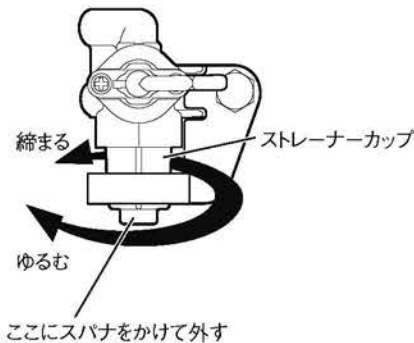

図 4-21 燃料コシ器（ストレーナーカップ）
2. 燃料コシ器下部の四角部を工具（10 mmのスパナ）でゆるめて、燃料コシ器のストレーナーカップを外します。（図 4-21）（60ページ参照）